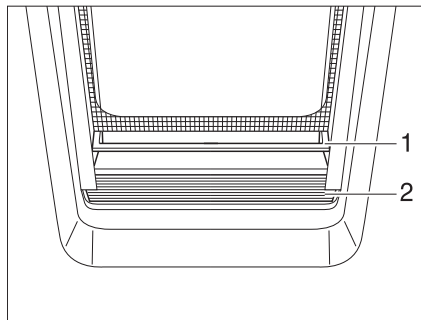

Fig. 44 Dispositif occultant plissé
- Fermer :* ■ Saisir le dispositif occultant plissé (Fig. 44,2) par le centre de la barre (Fig. 44,1), le tirer du bas vers le haut et le relâcher à la hauteur voulue. Le dispositif occultant plissé reste alors à cette hauteur.